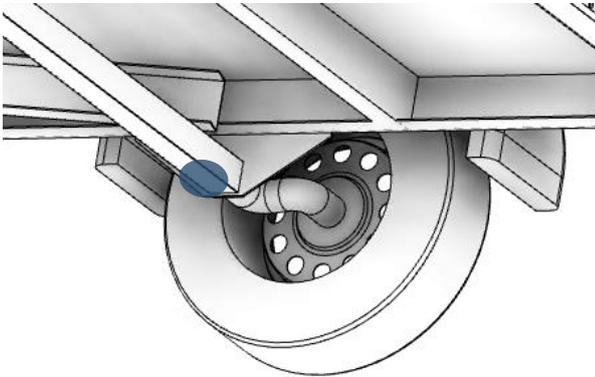

Abb. 9-36 – Position für den Wagenheber
- Positioniere das Hebezeug (z.B. einen Wagenheber) an der in Abb. 9-36 angegebenen Stelle. Der Wagenheber muss über entsprechende Eigenschaften verfügen, um die Maschine anzuheben;